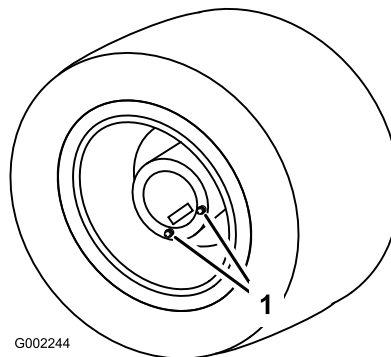

Figure 76
1. Amenez la machine sur une surface plane et horizontale et positionnez les roues arrière pour la vidange (Figure 76).
3. Placez un bac de vidange sous les bouchons de vidange et retirez les bouchons de la roue (Figure 76).